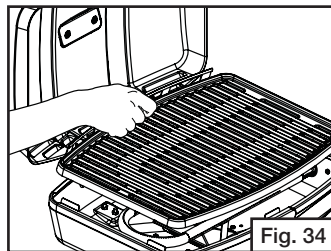

Fig. 34
2. Quite las rejillas para cocinar y póngalas a un lado. (Fig. 34)